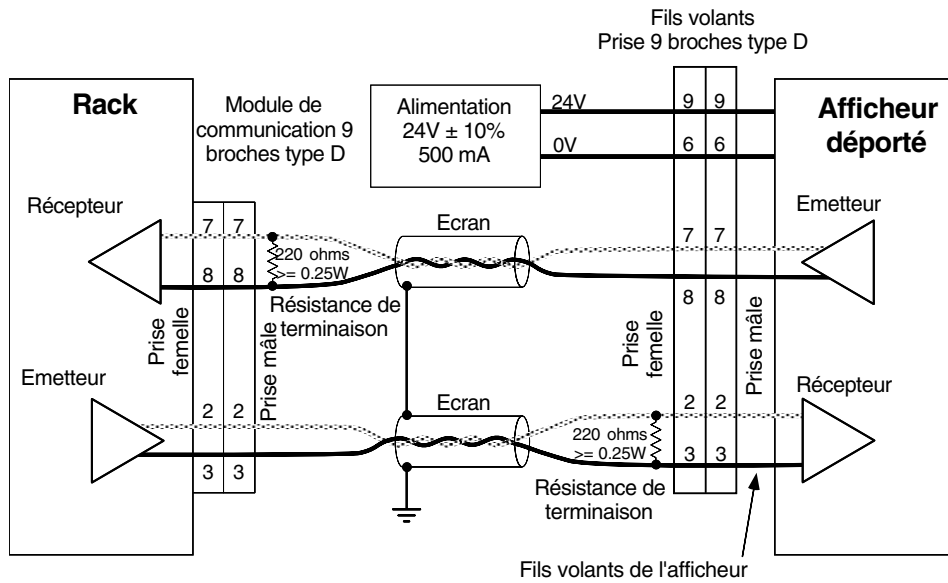

Figure 3.4 Détails du câblage de l'alimentation déportée
L'afficheur déporté peut se situer jusqu'à 1200 mètres du rack. Pour des distances supérieures à 10 mètres, une alimentation externe est nécessaire pour maintenir une bonne luminosité. Cette alimentation doit pouvoir fournir 24V $\pm 10\%$ à 500mA, et se connecte entre les broches 9 (24V) et 6 (0V) du connecteur, les 2 fils en ayant été retiré. La figure 3.4 et la table 3.4, ci-après, montre les détails de câblage de l'alimentation externe par l'intermédiaire d'un câble entre la prise mâle de l'afficheur déporté et la prise femelle du module de communication du rack.
2. Les lignes de données doivent être terminées par des résistances de 200ohms, 0.25W (min.) comme indiqué en figure 3.4